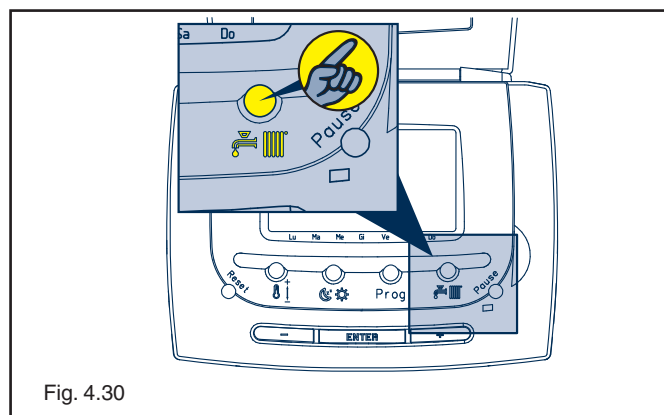

Fig. 4.30
- Premere il tasto estate-inverno sul pannello comandi a distanza (fig. 4.30) fino a raggiungere la funzione estate . Il display visualizza l'indicatore di funzionamento sanitario e la temperatura dell'ambiente